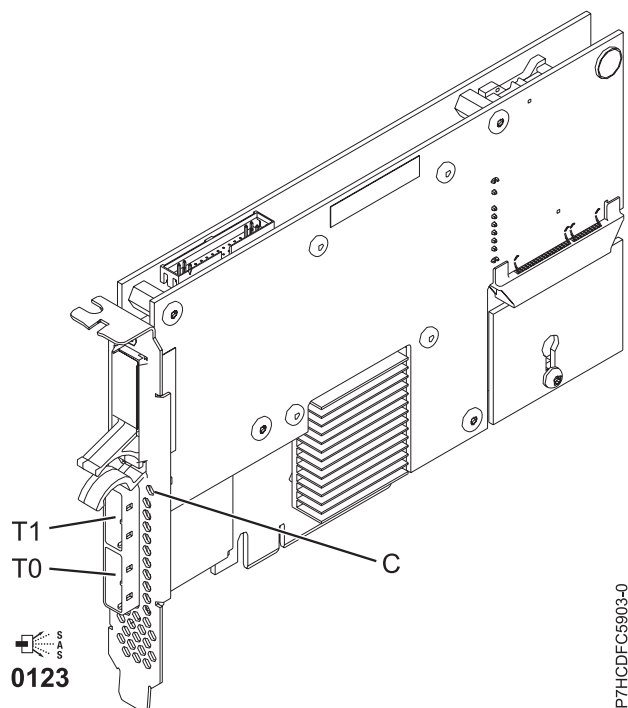

Figura 45. Adaptador SAS RAID PCIe Dual - x4 de 3 Gb
El dispositiu 5903 ó 5805 conté un LED ((C) a Figura 45 a la pàgina 154) que parpelleja si hi ha dades de la memòria cau. El LED de dades de la memòria cau parpelleja quan és possible que hi hagi dades a la memòria cau de l'adaptador. Si el LED de dades de la memòria cau parpelleja, no substituiu el paquet de bateries de la memòria cau. Si se substitueix quan el LED parpelleja, es perdran les dades de la memòria cau. Consulteu Figura 45 a la pàgina 154 per localitzar el LED de dades de la memòria cau en aquest adaptador.